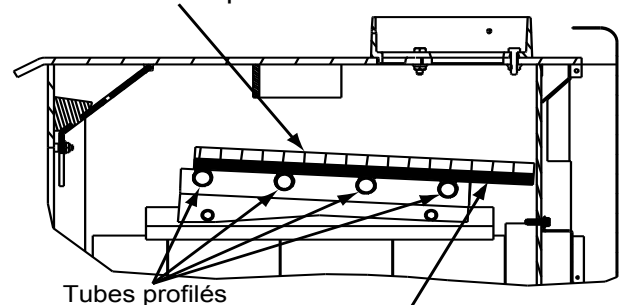

Figure 11.1
1. Confirmez que la position du déflecteur est correcte. Il doit affleurer le tube avant et reposer sur tous les tubes. (Figure 11.1).